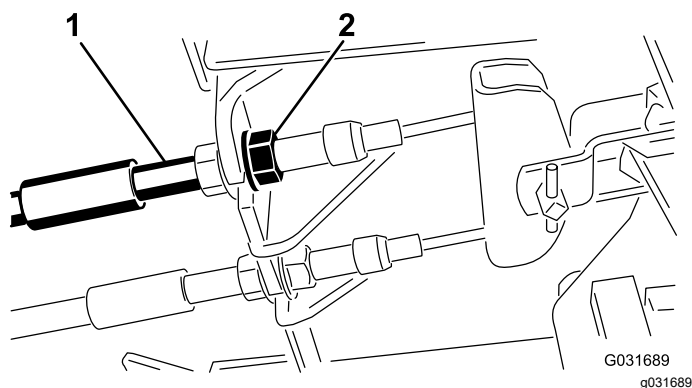

Figure 89
1. Pour réduire la garde aux pédales de frein, serrez les freins en desserrant l'écrou avant sur l'extrémité fileté du câble de frein (Figure 89).